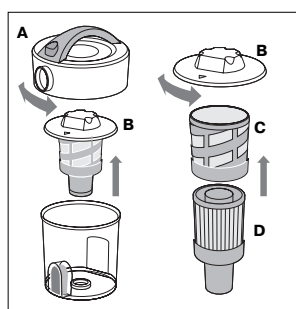

рис.6
2. Чистка фильтрующего элемента (рис. 6)
- Поверните верхнюю крышку пылесборника (A) против часовой стрелки и снимите ее.
- Поверните внутреннюю крышку (B) против часовой стрелки, извлеките фильтрующий элемент.
- Для дальнейшей разборки фильтрующего элемента поверните внутреннюю крышку (B) по часовой стрелке.
- Снимите предварительный сетчатый фильтр (C) с фильтрующего элемента.
- Промойте предварительный сетчатый фильтр (C) под проточной водой, дайте ему полностью высохнуть.
- Для очистки фильтра "Нера" (D) Вы можете аккуратно почистить его щеткой или промыть под проточной водой.